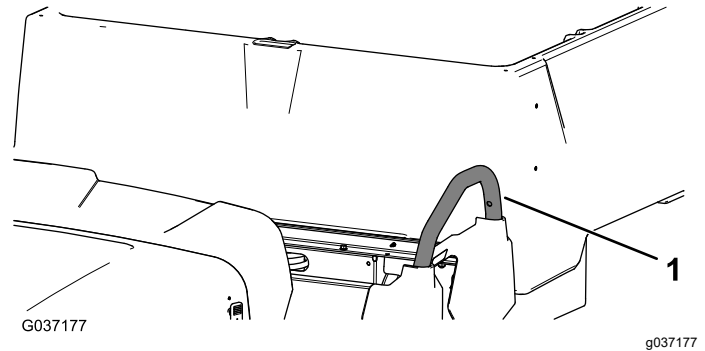

Figure 9
2. Retirez les 3 vis et les écrous qui fixent la poignée gauche, et déposez la poignée (Figure 9).
- Posez la poignée gauche déposée précédemment et fixez-la à l'aide des 3 vis et des 3 écrous (Figure 9).